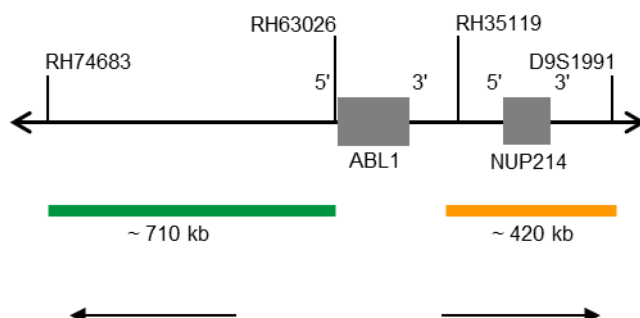

Fig. 1. SPEC ABL1 Mapa de la sonda (no está a escala)
- Polinucleótidos marcados en verde (excitación a 503 nm/emisión a 528 nm) ZyGreen (~10 ng/μl), dirigidos a secuencias localizadas en 9q34.11-q34.12* (chr9:132,872,357-133,580,236) proximales a la región del punto de ruptura de v (ver Fig. 1).
- Polinucleótidos marcados en naranja (excitación a 547 nm/emisión a 572 nm) ZyOrange (~4,5 ng/μl), dirigidos a secuencias localizadas en 9q34.12-q34.13* (chr9:133,851,960-134,273,097) distales a la región del punto de ruptura de ABL1 (ver Fig. 1).